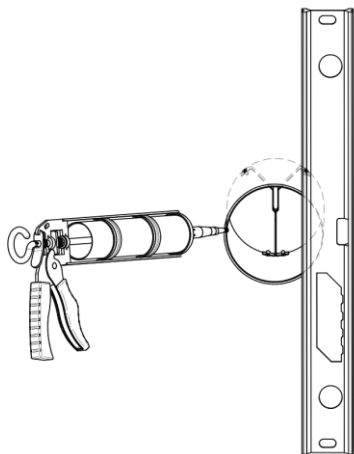

Рис. 17
6. Установите гильзу в отверстие вровень с поверхностью внутренней стены, выровняйте кронштейн вертикально и надежно закрепите. Для обеспечения лучшей виброразвязки, тепло- и шумоизоляции, а также герметизации между стеной и вентиляционным каналом, гильзу предварительно рекомендуется обернуть односторонним самоклеющимся материалом: пенофол толщиной 3-5 мм. Проведите герметизацию канала с помощью монтажной пены или силиконового герметика см. Рис. 17